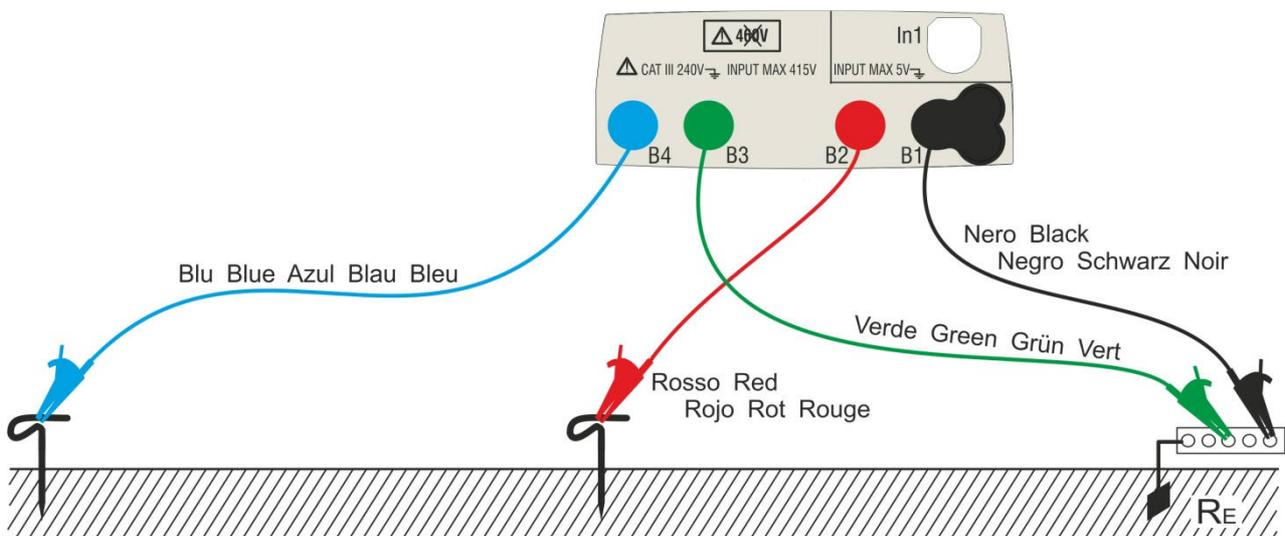
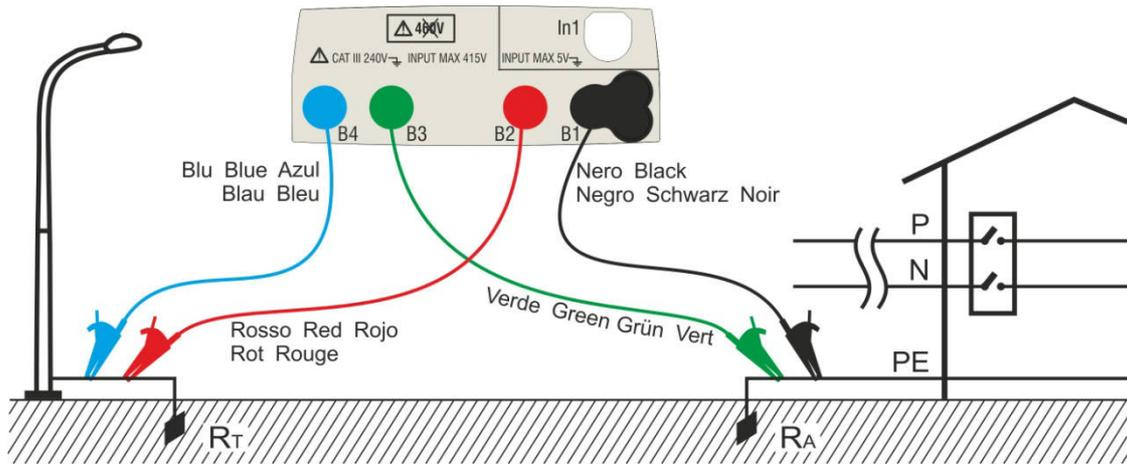
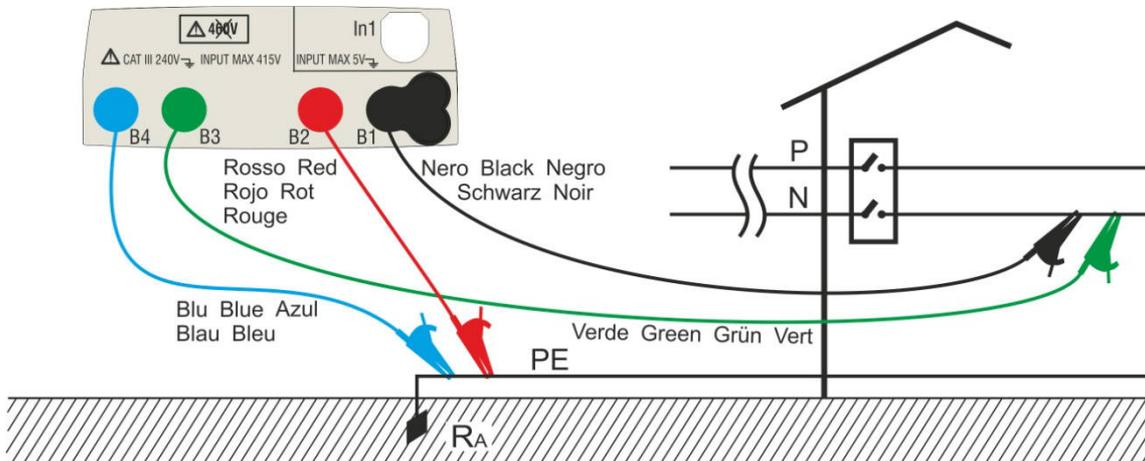

Abb. 25: 3-Punkt Erdungsmessung
Abb. 26: 2-Punkt-Erdungsmessung (mit Hilfssonde)
Abb. 27: 2-Punkt Erdungsmessung über N- Leiter an der Schalttafel
- 12 Schließen Sie die Krokodilklemmen an die Erdspieße und an das zu messende System entsprechend Abb. 25, Abb. 26, Abb. 27 oder Abb. 28 an.